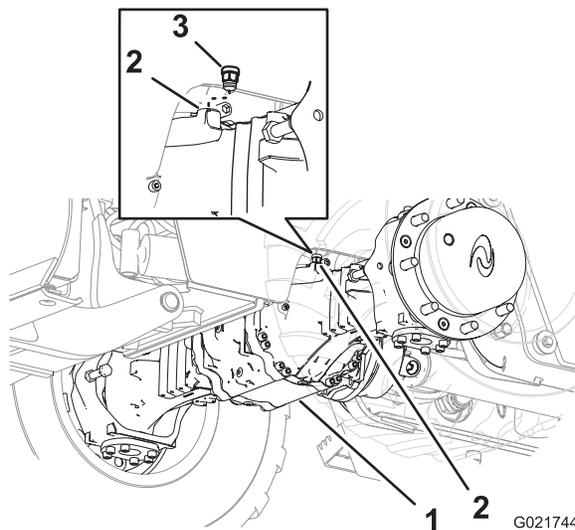
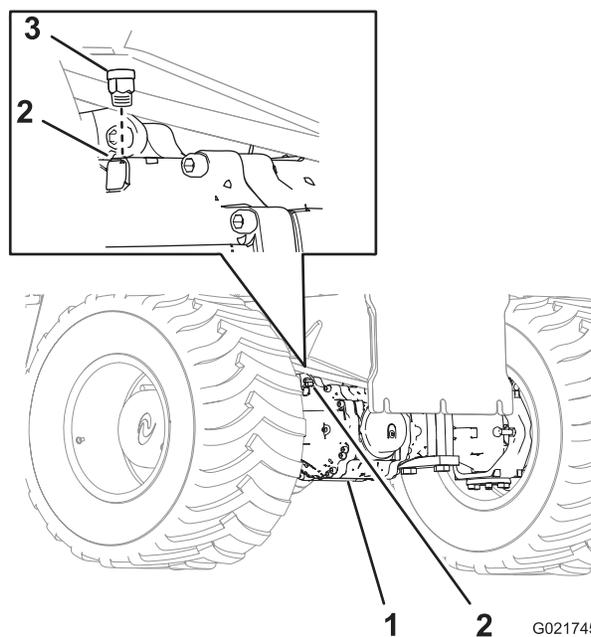

Figura 75
Figura 76
1. Limpe a área ao redor dos respiros com solvente de limpeza (Figura 75 e Figura 76).
2. Remova o respiro do eixo dianteiro (Figura 75).
3. Remova o respiro do eixo traseiro (Figura 76).
6. Instale o respiro no eixo dianteiro (Figura 75).
7. Instale o respiro no eixo traseiro (Figura 76).